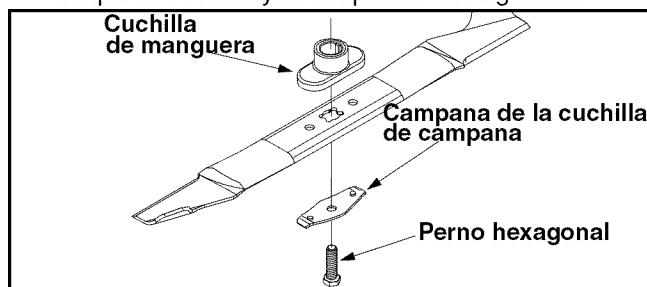

Figura 12
- Saque el perno y el soporte de campana de la cuchilla que sostienen la cuchilla y el adaptador de la misma al cigüeñal del motor. Vea la Figura 12.